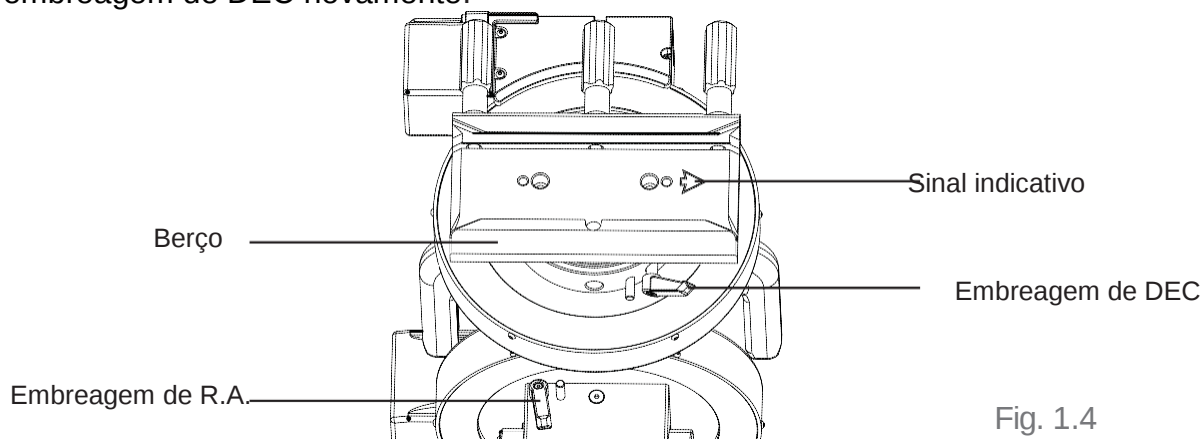

Fig. 1.4
- O eixo R.A. está fixo pela embreagem de R.A. (Fig. 1.4)
2. Solte a embreagem de DEC (Fig. 1.4) e gire o eixo de DEC até os três botões no berço estarem virados para cima e a base está nivelada (Fig 1.4). Aperte a embreagem de DEC novamente.
4. Enquanto mantém o telescópio horizontal, deslize a barra dovetail do telescópio para o sulco do berço. A direção de apontamento do telescópio deve coincidir com o sinal de seta no berço (Fig. 1.4).